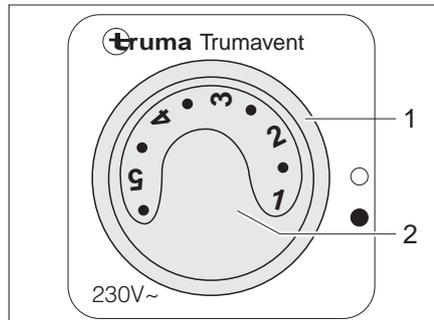

Bild 112 Bedienschalter für Umluftgebläse (230 V)
- Den Drehschalter (Bild 112,1) auf "●" stellen.
- Mit dem Drehknopf (Bild 112,2) die gewünschte Leistung des Umluftgebläses einstellen.
- Den Drehschalter (Bild 112,1) auf "○" stellen.